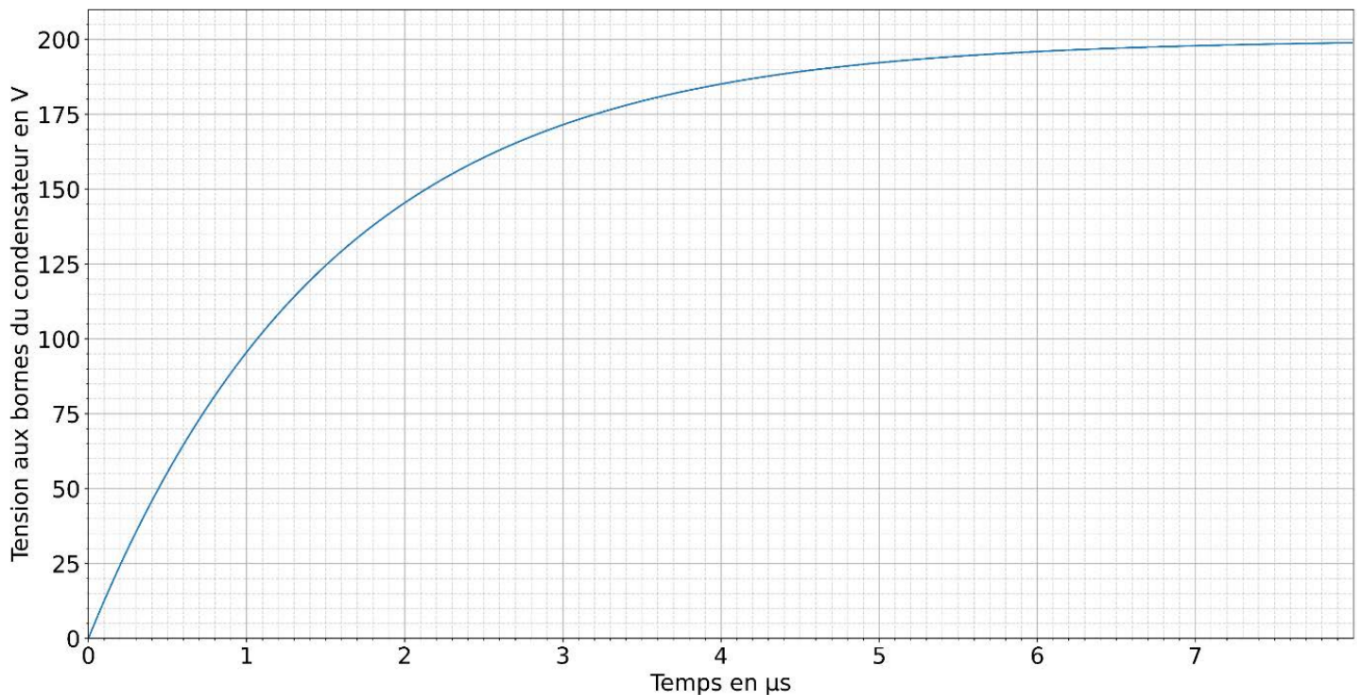

Figure 3 : Évolution de la tension $u_C(t)$ aux bornes du condensateur lors de la charge en fonction du temps.
La figure 3 représente la tension $u_C(t)$ aux bornes du condensateur lors de la charge en fonction du temps.
- Q3.** Déterminer, à l'aide de la figure 3, le temps caractéristique τ en expliquant votre démarche.